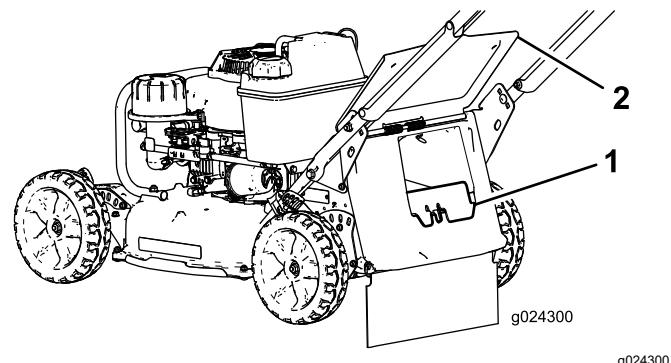

Figura 18
hasta que el enganche encaje en su sitio (Figura 18).
3. Retire el tapón de descarga trasera presionando el enganche hacia dentro con el dedo pulgar y extrayendo el tapón de la máquina (Figura 18).